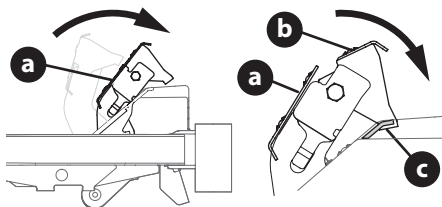

Figura 17
1. Presione a fondo el pedal de freno (a) y hacia la derecha (Figura 17).